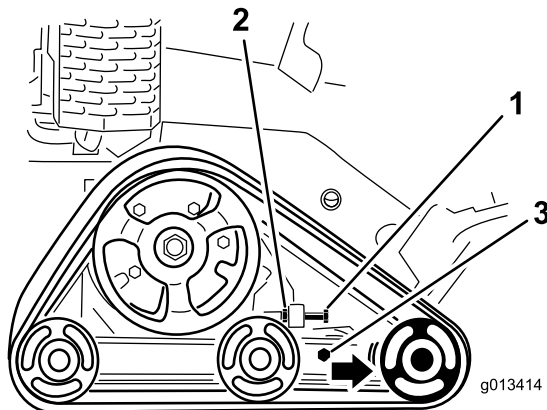

Figura 45
3. Afloje la contratuerca del perno tensor de la oruga, y los pernos de fijación del brazo tensor (Figura 45).
4. Apriete el perno tensor a 32.5–40 N·m (24–30 pies-libra) para tensar la oruga (Figura 45).
4. Afloje el perno tensor y la contratuerca (Figura 45).
5. Afloje los pernos de fijación (Figura 45).